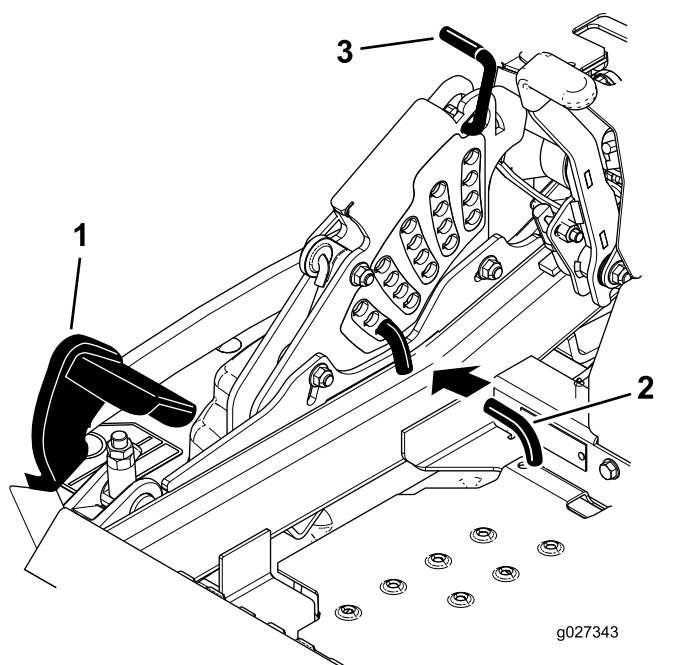

Bild 25
2. Treten Sie mit dem Fuß auf das Mähwerkhubpedal und heben Sie das Mähwerk in die Transportstellung an (d. h. die Schnitthöhe von 140 mm), wie in Bild 25 abgebildet.
3. Drehen Sie zum Einstellen den Stift um 90 Grad und nehmen ihn aus der Schnitthöhen-Halterung heraus (Bild 25).
4. Wählen Sie ein Loch in der Schnitthöhenhalterung, das der gewünschten Schnitthöhe entspricht, und stecken Sie den Stift ein (Bild 25).